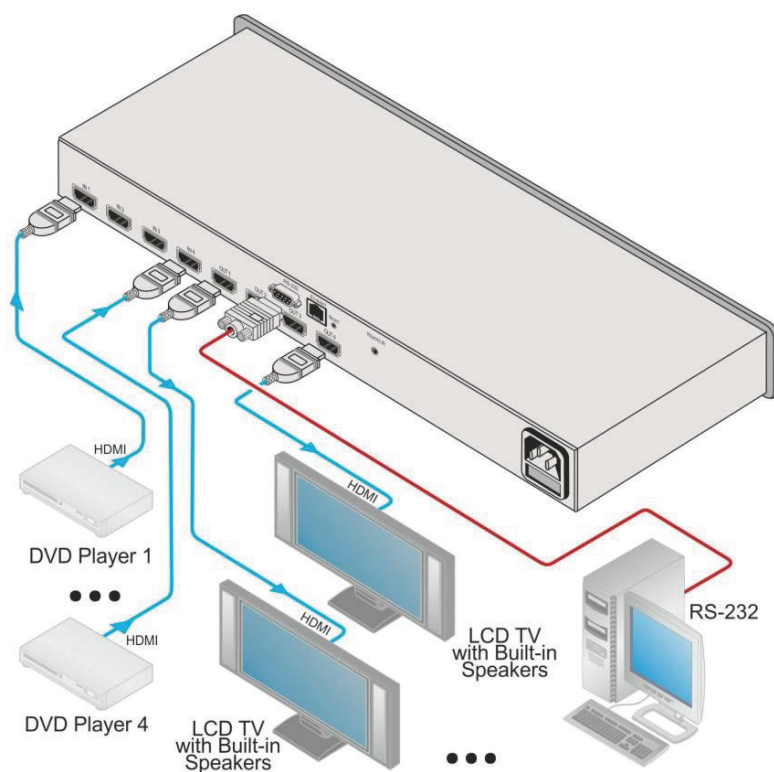

Рисунок 3: Подключение матричного коммутатора **VS-44HN**
Подключите коммутатор VS-44HN, как это показано на рис. 3:
4. Подсоедините сетевой шнур к розетке электросети (не показана на **рис.3**).